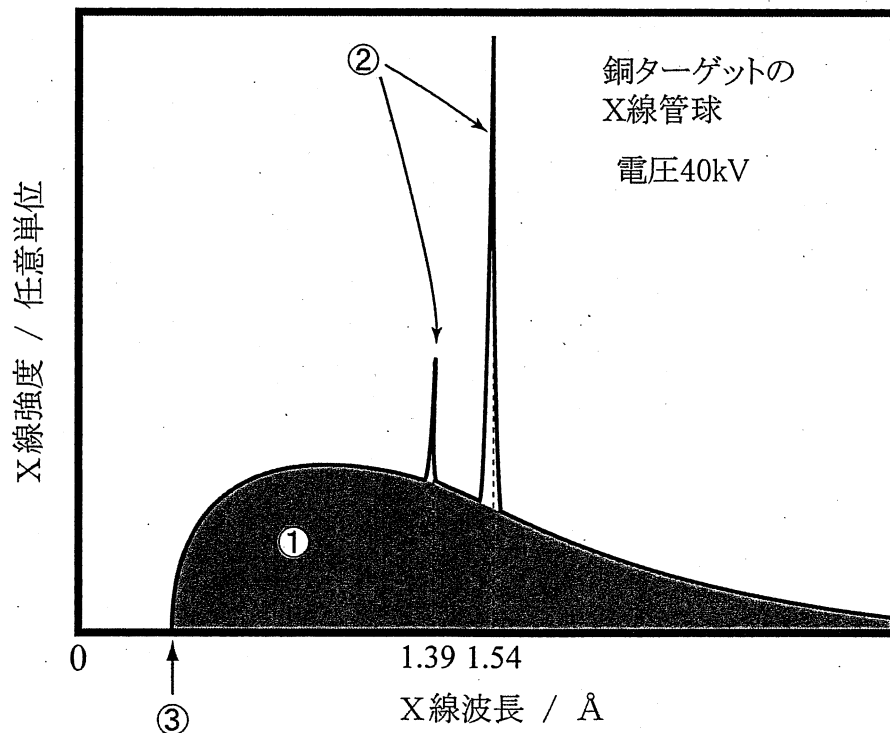

図3 銅をターゲットとするX線管球に40kVの電圧をかけて得られたX線スペクトルの模式図。
- 問5 図3の①について、一般的な呼び名と、波長に対して連続的な強度分布が得られる理由について簡潔に説明しなさい。